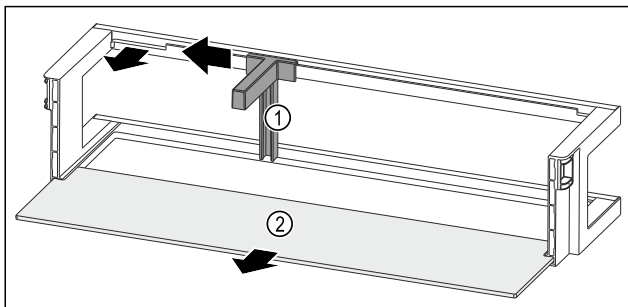

Fig. 118 Türabsteller mit Flaschenhalter und Abstellfläche
- ▶ Flaschenhalter Fig. 118 (1) bis zur Aussparung zur Seite schieben.
- ▶ Flaschenhalter Fig. 118 (1) entnehmen.
- ▶ Abstellfläche Fig. 118 (2) entnehmen.